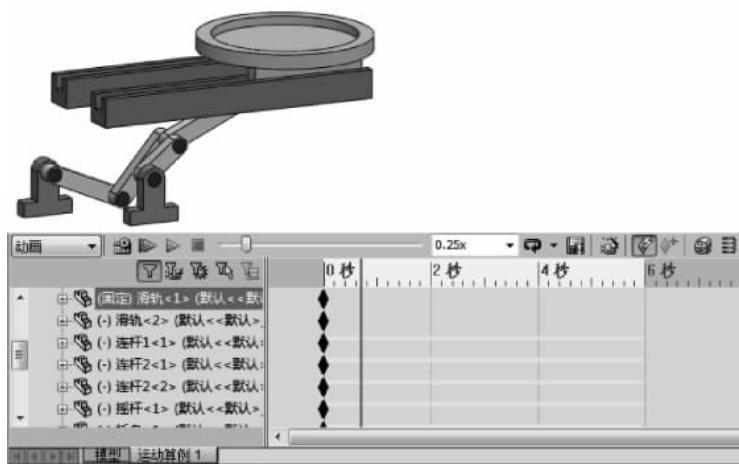

图 3-206 观看动画
(6) 单击【从头播放】按钮 (MotionManager 工具栏) 观看动画, 模拟运动完成, 如图 3-206 所示。